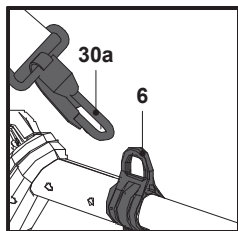

Fig. 21
2. Reglează lungimea hamului (30) astfel încât clema de fixare (30a) să se afle la aproximativ 15 cm sub talie.
3. Prinde clema de fixare (30a) de buclă (6) (fig. 21).